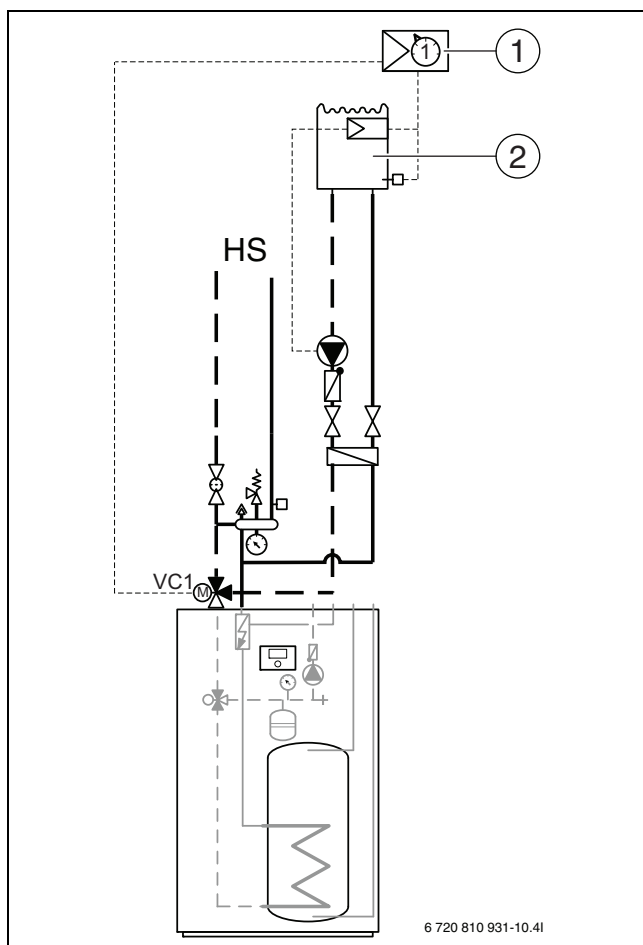

Bild 38 Poolinstallation exempelbild
- ▶ Placera poolshunten på returledningsröret till värmepumpsmodulen (→ [VC1] bild 38).